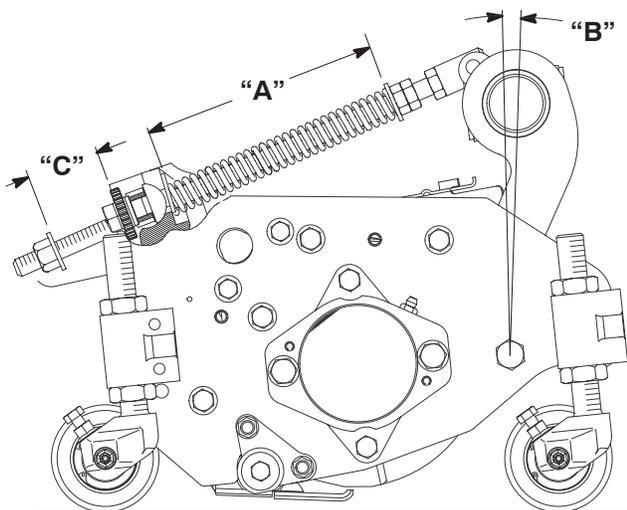

Figure 7
Le ressort de compensation (Fig. 7) qui relie le bâti porteur au plateau de coupe, contrôle la rotation avant/arrière disponible ainsi que la garde au sol lors du transport et des demi-tours.
1. Serrez le contre-écrou à l'arrière de la tige de ressort jusqu'à obtenir un écartement (C) de 25 mm entre l'arrière du support du ressort et l'avant de la rondelle (Fig. 7).
2. Serrez les écrous hex. sur l'extrémité avant de la tige de ressort jusqu'à ce que la longueur du ressort comprimé (A) soit égale à 203 mm (Fig. 7).
**Remarque :** Lorsque vous tondez des gazons irréguliers ou accidentés, augmentez la longueur du ressort comprimé (A) à 216 mm et l'écartement (C) entre le support de ressort et l'avant de la rondelle à 38 mm (Fig. 7).
**Remarque :** Quand la longueur du ressort comprimé (A) DIMINUE, le transfert de poids du rouleau avant au rouleau arrière AUGMENTE et l'angle de rotation (B) du bâti porteur/plateau de coupe DIMINUE.
**Remarque :** Quand l'écartement (C) entre le support de ressort et la rondelle AUGMENTE, la garde au sol du plateau de coupe DIMINUE et l'angle de rotation (B) du bâti porteur/plateau de coupe AUGMENTE.